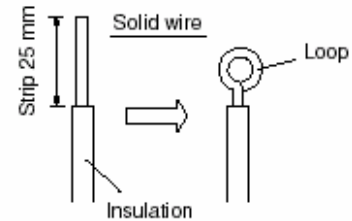

Fig. 23a
- (1) Coupez l'extrémité du fil à l'aide d'une pince puis éliminez l'isolant pour faire apparaître 25 mm de fil environ et torsadez convenablement les extrémités du fil. (Figure 23a)
- (2) A l'aide d'un tournevis cruciforme, retirez la (les) vis des bornes du bornier.
- (3) Sertissez une cosse ronde sur chaque fil.
- (4) Insérer les câbles sur le bornier et serrez correctement.